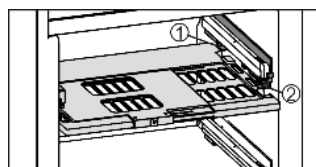

Fig. 9
► Vochtreguleringsplaat terugplaatsen: dekselranden van de plaat van onder in de achterste houder Fig. 9 (1) plaatsen en aan de voorkant in de houder Fig. 9 (2) vastklikken.